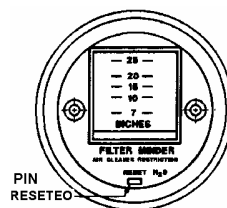

FIGURA 2-3
9. DEPURADORES DE AIRE - Revise los indicadores de vacío del depurador de aire en la cabina del operador, Figura 2-3. Se debe dar servicio al(los) depurador(es) de aire si el(los) indicador(es) muestra(n) la siguiente lectura de restricción máxima: • Motor Komatsu SSDA16V160: Vacío de 25 in. de H ₂ O. Consulte la Sección C en el manual de servicio para las instrucciones de servicio de los elementos del depurador de aire. Vacíe las tapas de polvo del depurador de aire. NOTA: Después de dar servicio, presione el botón de reseteo en el frente del medidor para que vuelva a cero.